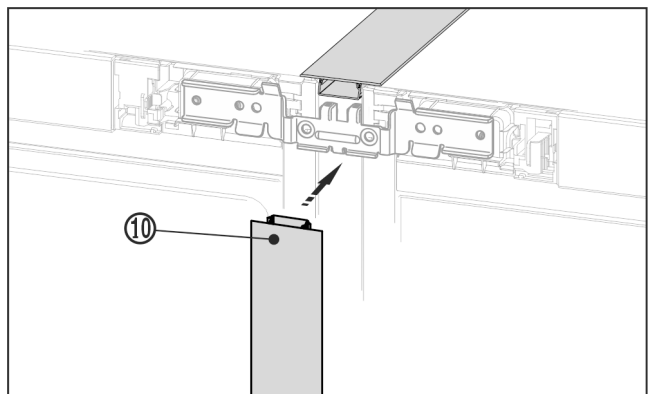

Fig. 23 *
- ▶ Auf der Vorderseite die lange Abdeckleiste Fig. 23 (10) in den vertikalen Spalt drücken. Darauf achten, dass die Leiste auf dem Verbindungsblech aufsteht.*